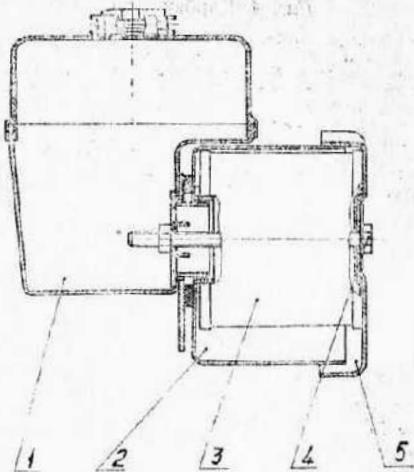

Рис. 5. Воздушный фильтр.
- удерживая головку болта 4 (рис. 5), отверните гайку, снимите крышку 5 и извлеките фильтрующий элемент.